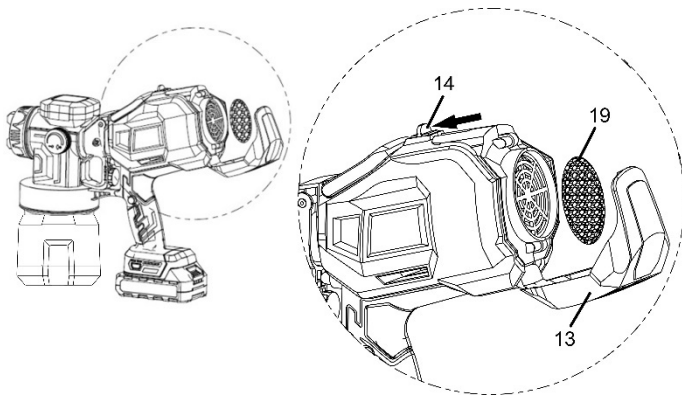

Рисунок 3
2.3.6 Зручний доступ до повітряного фільтра (19), розміщеного під кришкою (13), не потребує застосування додаткових інструментів під час очищення або заміни фільтра (дивіться рисунок 3). Для відкриття кришки достатньо посунути важіль її блокування (14, рисунки 1 і 3).